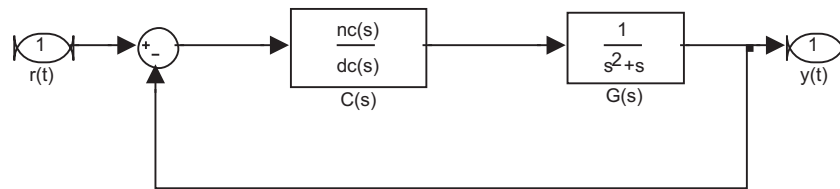

Figura 12: Sistema de controle do Exercício 16.
16. Considere o sistema mostrado na Figura 12, em que: